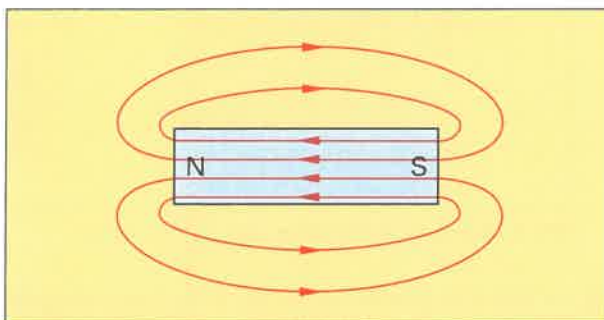

Bild 1: Stabmagnet
5. a) Zeichnen Sie im **Bild 1** den Verlauf von vier magnetischen Feldlinien außerhalb und innerhalb des Stabmagneten.